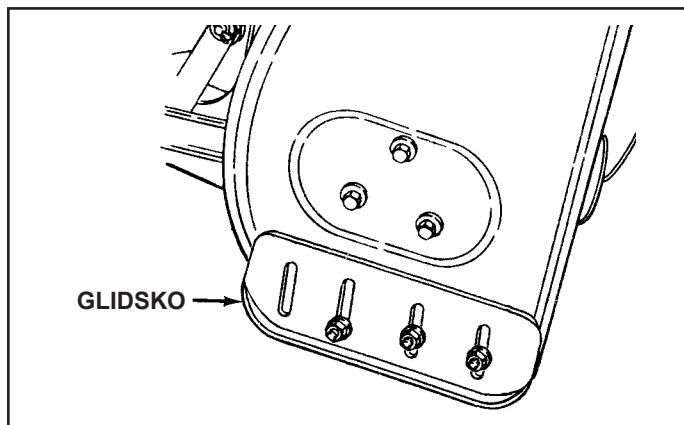

BILD 59
KONTROLLERA SLITAGET PÅ SKRAPA OCH SKOR (Se bild 59 och 60 på sidan 27)
- Lyft upp snöslungan från marken och lägg en kloss under vardera änden av skrapplåten. Lossa de sex muttrarna som håller glidskorna i huset. Justera glidskorna uppåt eller nedåt och dra åt muttrarna ordentligt. Ställ båda glidskorna på samma höjd så att huset och skrapplåten sitter vågrätt. Se bild 59.